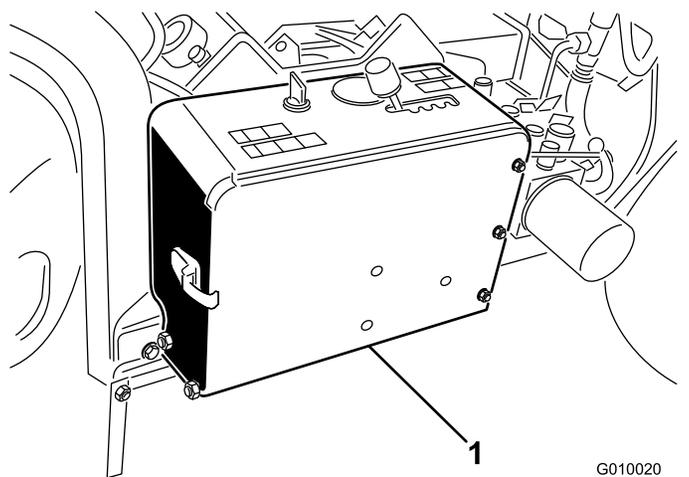

図 51
1. ラッチを外し、バッテリーボックスのカバーを開く 図 51。